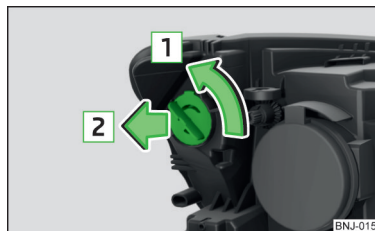

Abb. 211
- › Den Sockel mit der Glühlampe in Pfeilrichtung **1** drehen » Abb. 211.